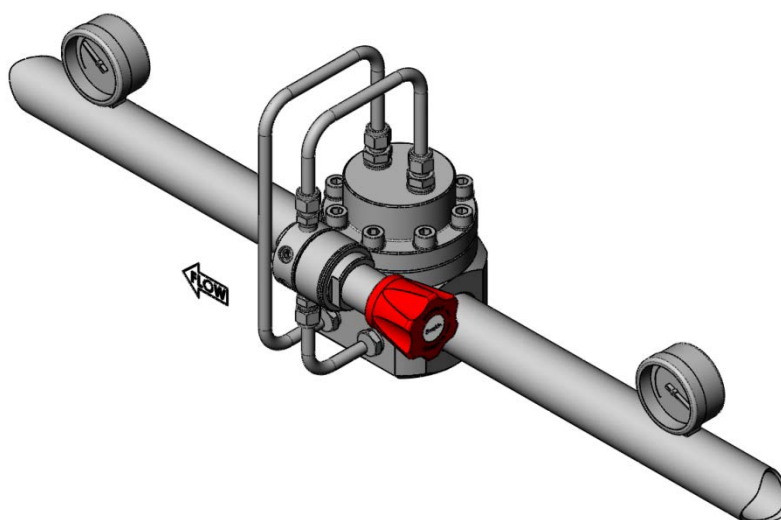
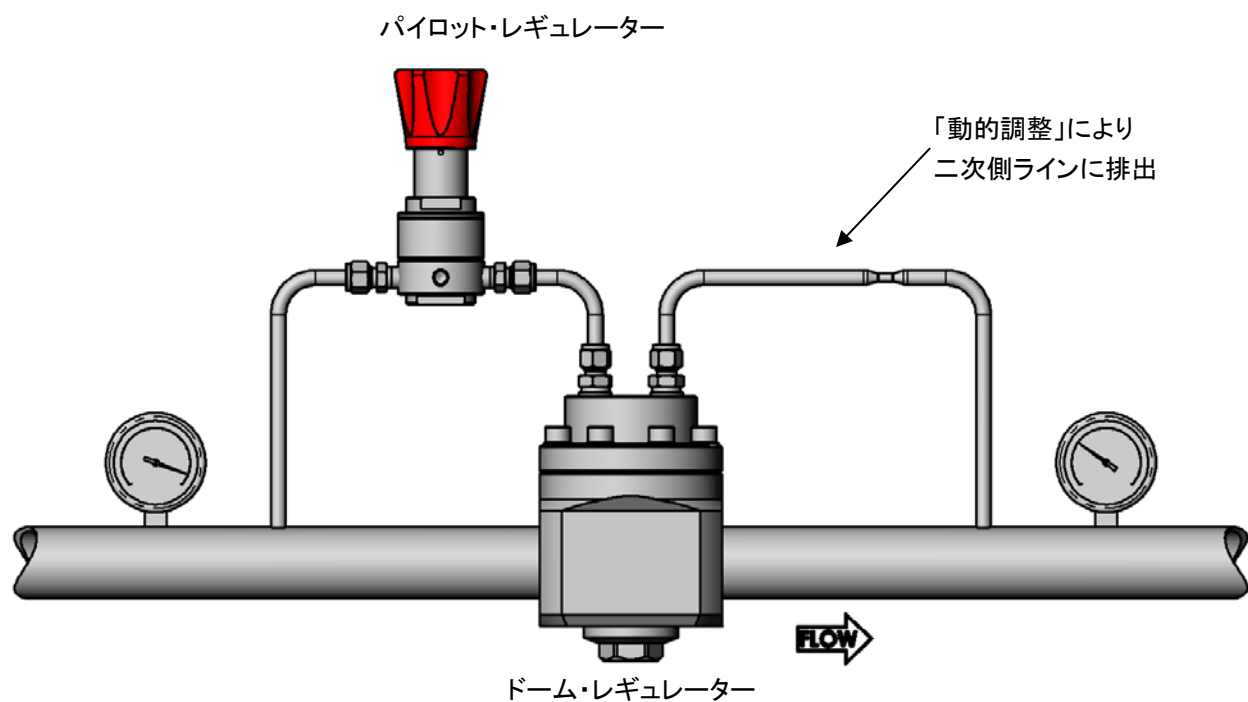
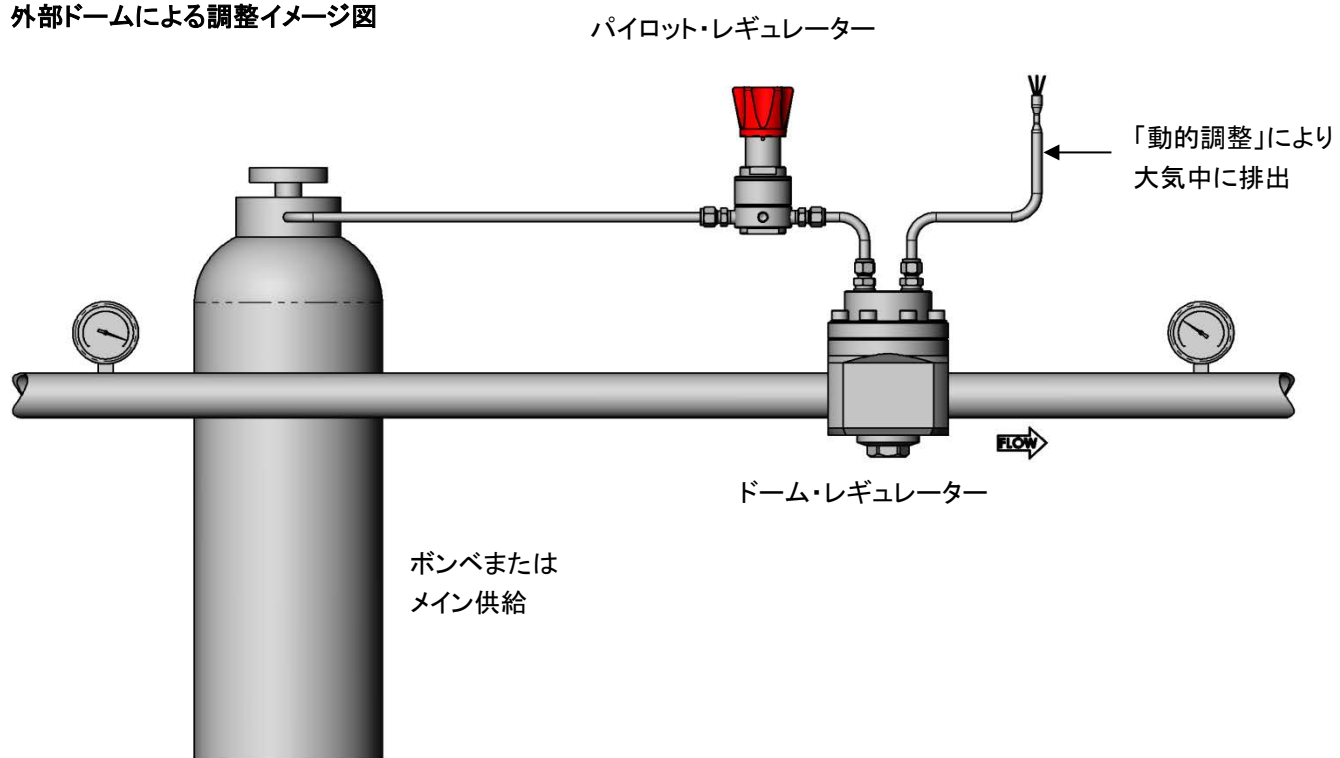

図 1
図 2
図 3
- レギュレーターは、なるべくドームを上向きにした状態で水平に取り付けてください(図 1 参照)。これ以外の状態で取り付けた場合、構成部品が摩耗するリスクが高まります。
- **一体型パイロットによる調整**：この手法で使用するドーム・ロード式レギュレーターは、アセンブリーの一部としてパイロット・レギュレーターを取り付けています（図 1）。パイロット・レギュレーターはシステム圧力を利用し、手動でドーム内の圧力を調整します（図 2）。この手法は、液体用途には適していません。
- **外部ドームによる調整**：この手法では、ドーム内の圧力は独立した供給源（ポンペやメイン供給など）から供給されます（図 3）。この手法は、液体用途に適しています。
性能を最適化するため、少量の流体をパイロット・レギュレーターに流し続けてください。この流体は、オリフィス（図 3）を通るか、またはガス・システム内に排出され、オリフィスを経由して下流側の配管（図 2）に戻ります。これを通常、「動的調整」と呼びます。